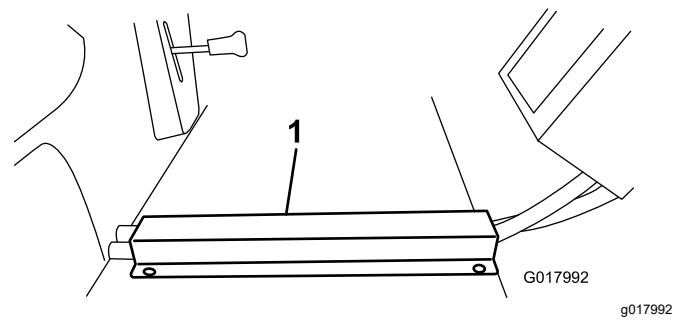

Bild 36
3. Setzen Sie den Schlauchkanal über die Schläuche am Fahrzeugboden und fluchten Sie die vordere Kante mit der Vorderkante des Fahrzeugbodens aus. Markieren und bohren Sie Löcher in den Fahrzeugboden und setzen Sie Blechscreuben ein (Bild 36).